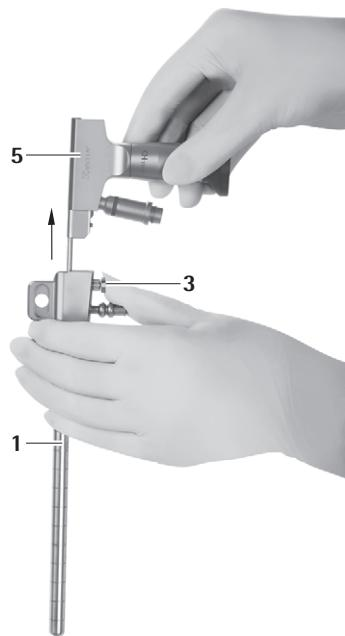

Fig. 8
► Tryck på upplåsningsknappen 3 och dra ut endoskopet 5 ur MINOP InVent-troakaren 1, se Fig. 8.